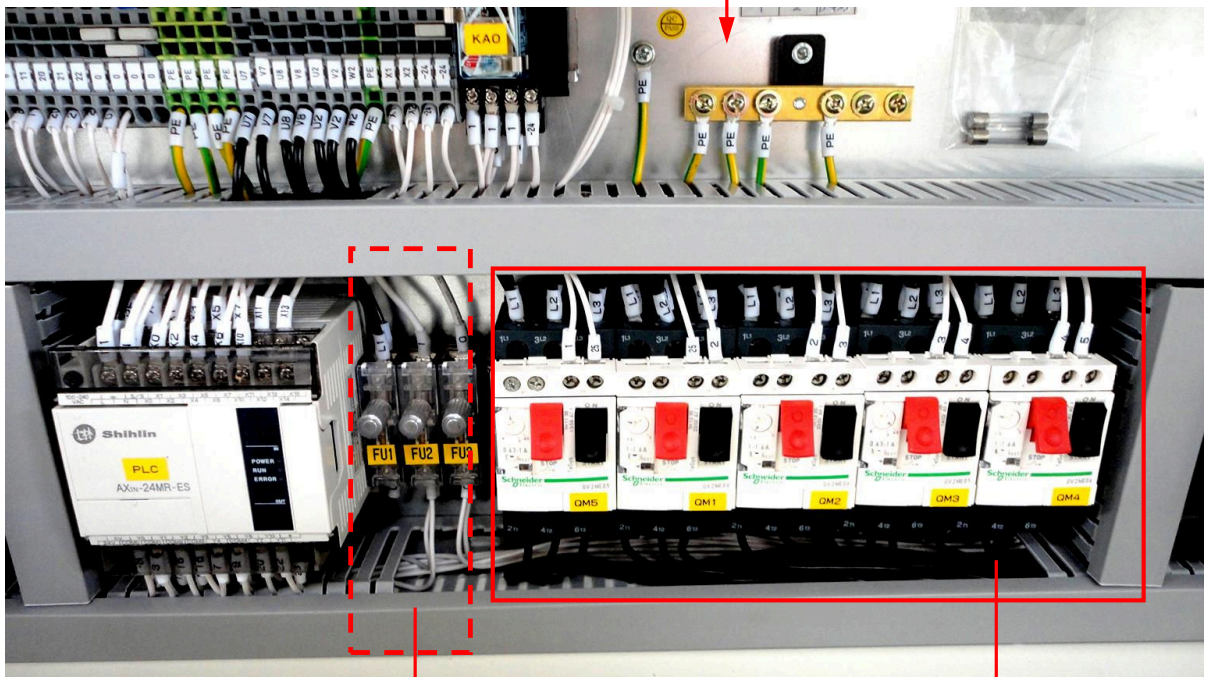

Рисунок 45
5. Откройте коробку (рис. 45)
6. Замените сгоревший предохранитель **A** (рис. 45) и в обратной последовательности повторите вышеуказанные операции.
3. Повторно установите значение «Вкл.» (ON) автоматического переключателя **B** (рис. 45).